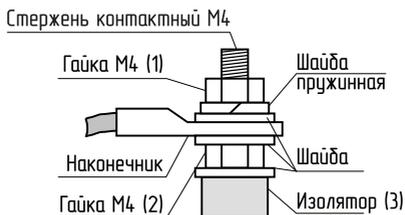

Рис.5 Присоединение проводов к выводам блок-ТЭН
- 6.4. При замене блок-ТЭН присоединение фазных проводов к выводам блок-ТЭН производить согласно Рис.5. Сечение кабеля указано в табл.1 и 1.1.
- Внимание!** При закручивании гайки М4 (1) во избежание короткого замыкания, при повреждении изоляции (3) и последующего выхода из строя блока-ТЭН необходимо зафиксировать (рожковым) гаечным ключом гайку М4 (2). Затяжку гайки М4 (1) производить с усилием 1,8 Нм.